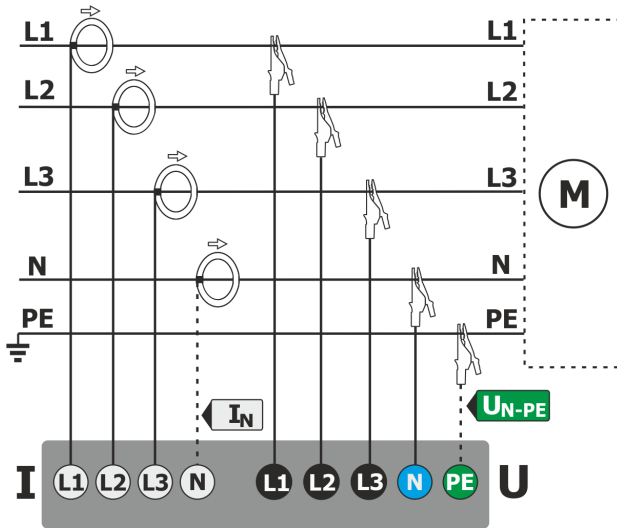

Abb. 40. Schaltbild – 3-Phasen 4-Leiter Netz
- 3-Phasen 4-Leiter (Abb. 40)
*Um eine korrekte Gesamtscheinleistung  $S_e$  und den Gesamtleistungsfaktor (PF) in einem 4-Leiter 3-Phasen Netz zu berechnen, muss der Strom im Neutralleiter gemessen werden. Es muss dann die Option **N Leiter Strom** aktiviert und 4 Zangen wie in Abb. 40 dargestellt angeschlossen werden. Weitere Informationen zur Gesamtscheinleistung  $S_e$  - siehe Abschnitt 5.3.5.*